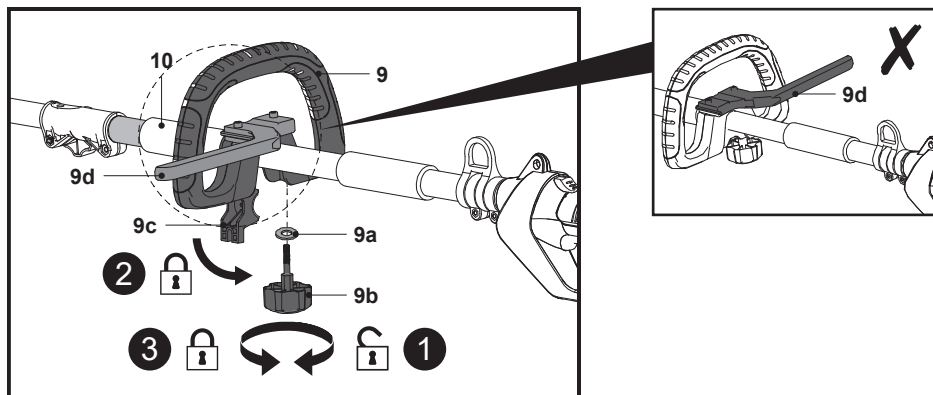

Fig. 6
1. Desserrer la molette de serrage (9b) dans le sens inverse des aiguilles d'une montre et le retirer avec la rondelle (9a) (Fig. 6, étape 1).
2. Déplier le levier de serrage (9c), puis fixer la poignée secondaire (9) sur la perche supérieure (10) en rabattant le levier de serrage (9) (Fig. 6, étape 2).
4. Visser la molette de serrage (9b) sur la poignée secondaire (9) par en dessous et la serrer légèrement à la main (Fig. 6, étape 3).